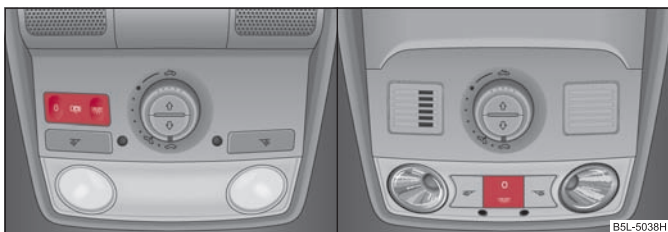

Fig. 44 Iluminarea în interiorul autovehiculului față
- Apăsați întrerupătorul pe simbol ⇒ fig. 44.
- Aduceți întrerupătorul în poziție mijlocie. La autovehiculele fără supraveghere a interiorului*, poziția din mijloc este marcată cu un simbol ⇒ fig. 44 - stânga.